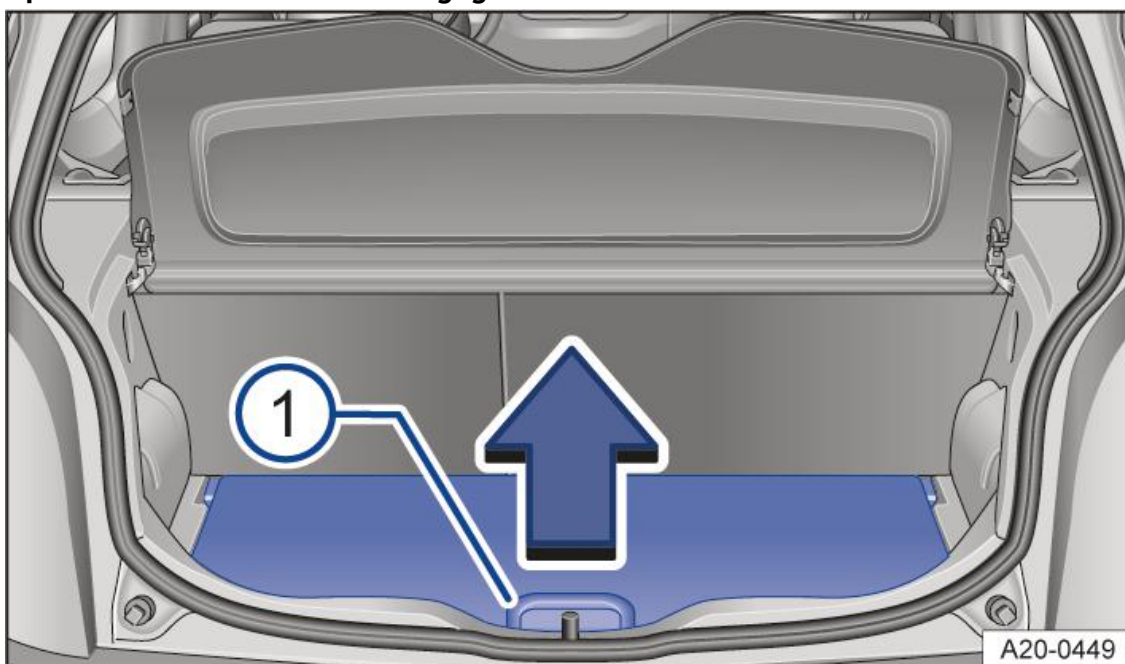
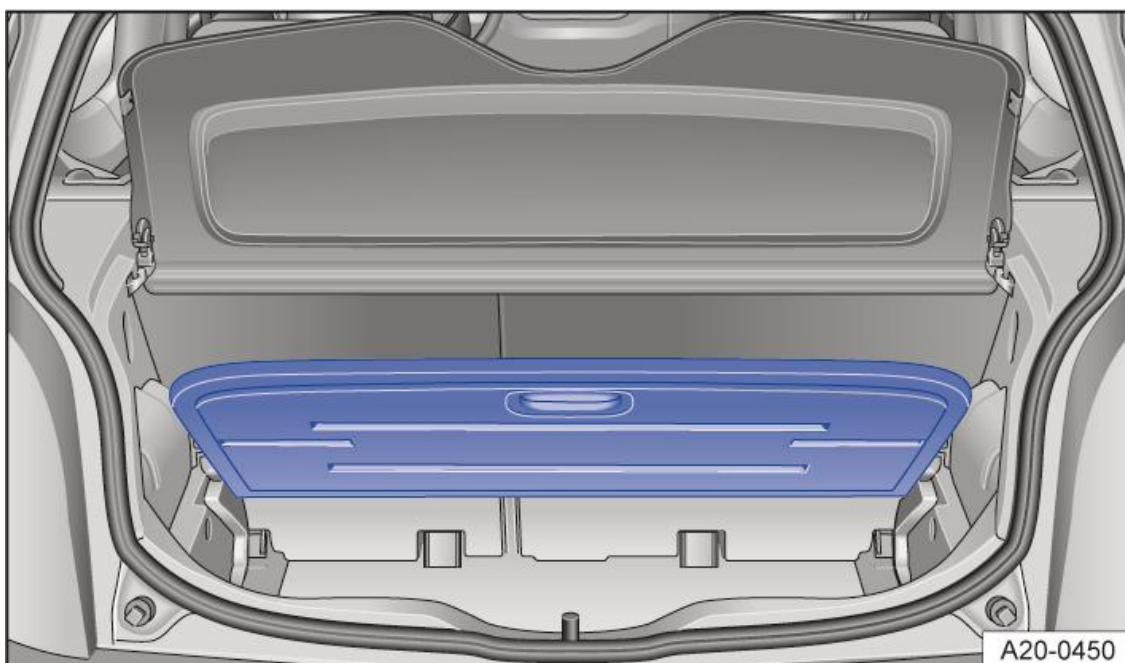

Fig. 1 Apertura del fondo variabile del bagagliaio
Fig. 2 Bagagliaio: fondo variabile del bagagliaio sollevato
1. Sollevare la maniglia → *fig. 1* ① nel senso indicato dalla freccia e sollevare completamente il fondo del bagagliaio → *fig. 2*.